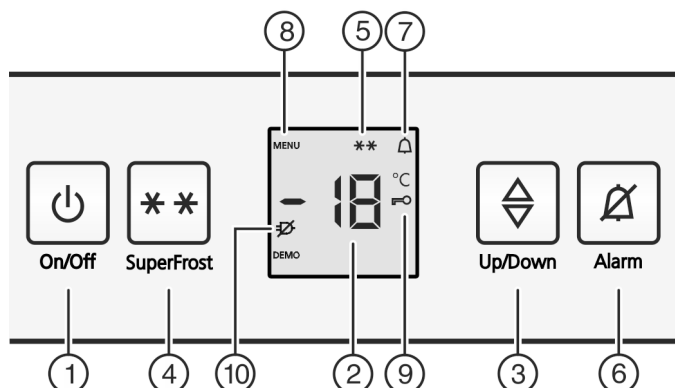

Fig. 2
- ▶ Нажать кнопку On/Off Fig. 2 (1).
- ▶ Активация режима настройки: Нажмите кнопку SuperFrost Fig. 2 (4) и удерживайте ее прим. 5 секунд.
- ▶ На индикаторе будет отображаться символ «Меню» Fig. 2 (8).
- ▶ Для подтверждения нажать и отпустить кнопку «SuperFrost» Fig. 2 (4).
- ▶ На индикаторе горит символ «Защита от детей» Fig. 2 (9).
- ▶ нажмите и отпустите кнопку "On/Off" Fig. 2 (1).
- ▶ Символ «Защита от детей» Fig. 2 (9) гаснет.